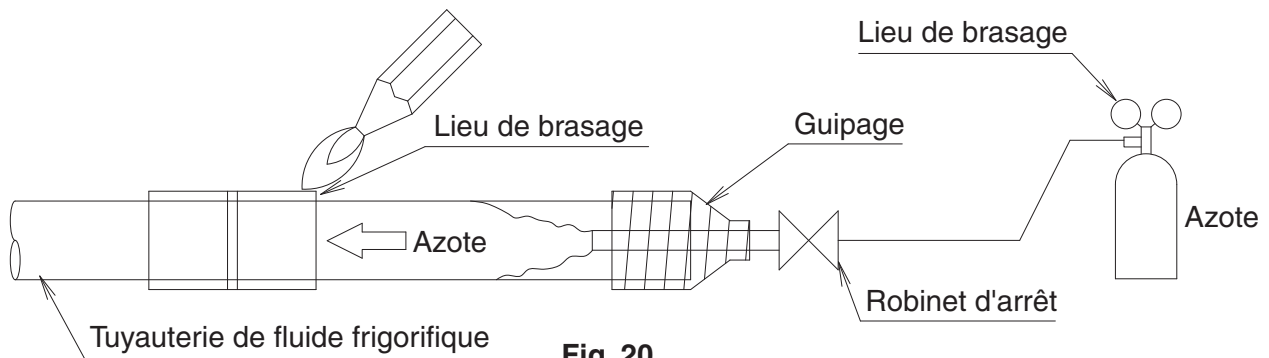

Fig. 20
- * Avant de brasier la tuyauterie de fluide frigorigère, faites passer l'azote dans la tuyauterie de fluide frigorigère et remplacez l'air par l'azote. Puis, effectuez le brasage (REMARQUE 2). **(Reportez-vous à la Fig. 20)** Après avoir terminé tous les travaux de brasage, installez les raccords évasés avec l'unité intérieure.